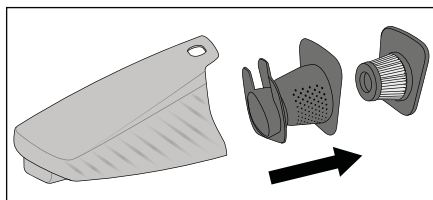

Fig. 4
- 3) Sfilare innanzitutto il filtro HEPA 5 e poi il filtro a maglia grossa 6 dal contenitore di raccolta dello sporco 7 (fig. 4). Battere i due componenti sopra un bidone dell'immondizia o altro recipiente. In caso di necessità si può sciacquare il filtro HEPA 5 con acqua pulita. Farlo poi asciugare completamente all'aria.